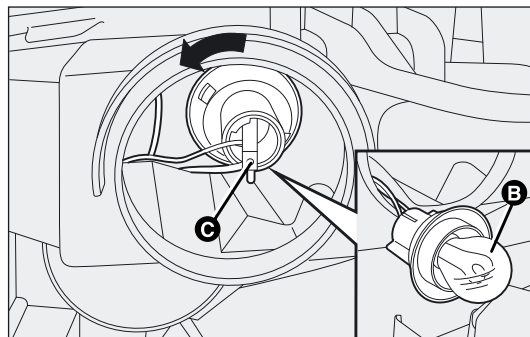

fig. 153
- ☐ draai de lamphouder C-fig. 153 linksom en verwijder hem;
- ☐ verwijder de lamp B-fig. 153 door hem iets in te drukken en linksom te draaien;